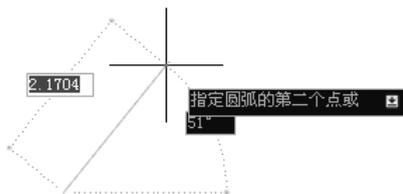

图 3-2 指定圆弧的第二个点
指定圆弧的第二个点或 [ 圆心 (C) / 端点 (E) ]： // 向上移动鼠标，指定第二个点，如图 3-2 所示